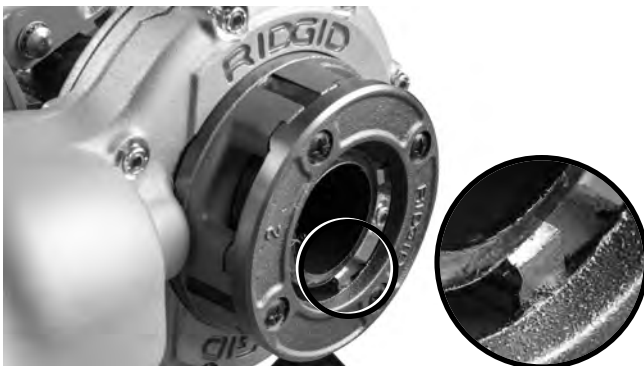

Figura 10 – El extremo del tubo está al ras con el borde de las terrajas
6. Oprima el interruptor hasta que el extremo del tubo esté al ras con el borde de las terrajas (Figura 10). Manténgase atento para que el accionamiento motorizado no choque contra el dispositivo de soporte. Suelte el botón interruptor. Permita que el accionamiento motorizado se detenga por completo.